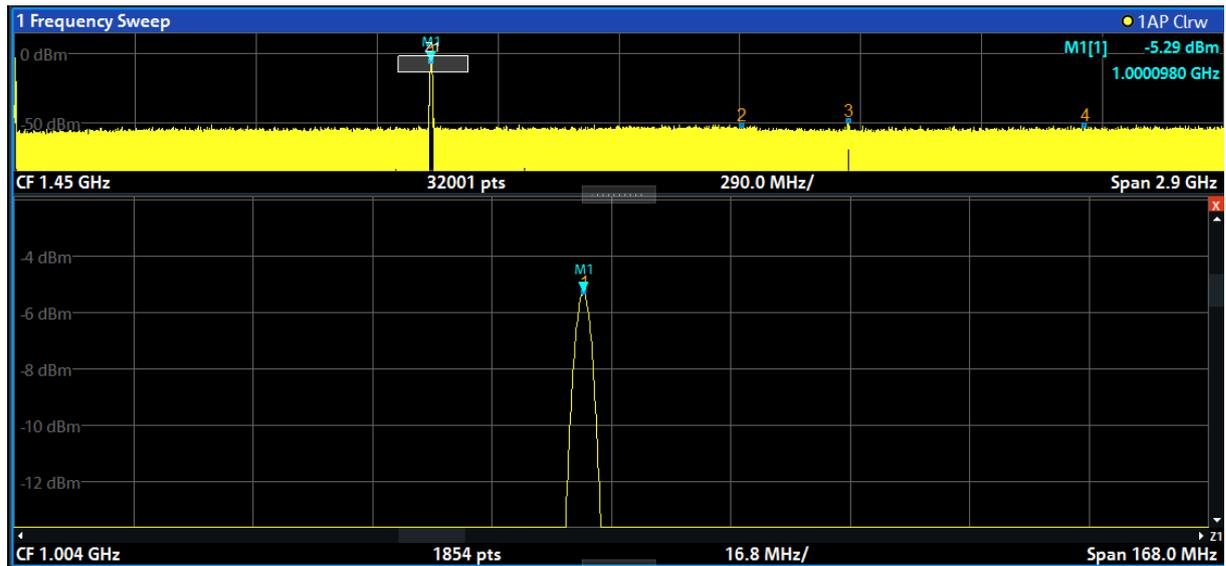

Bild 6-14: Vergrößerte Anzeige im Bereich des Maximums mit größerer Anzahl von Sweeppunkten
3. In Bild 6-14 wird die Kurve im vergrößerten Bereich des Maximums durch sehr dicke Linien dargestellt. Grund hierfür ist die zu geringe Anzahl von Sweeppunkten. Die für die vergrößerte Anzeige fehlenden Sweeppunkte werden interpoliert, was zu schlechten Ergebnissen führt. Zur Optimierung der Ergebnisse wird die Anzahl der Sweeppunkte von 1001 (Grundeinstellung) auf 32001 erhöht.